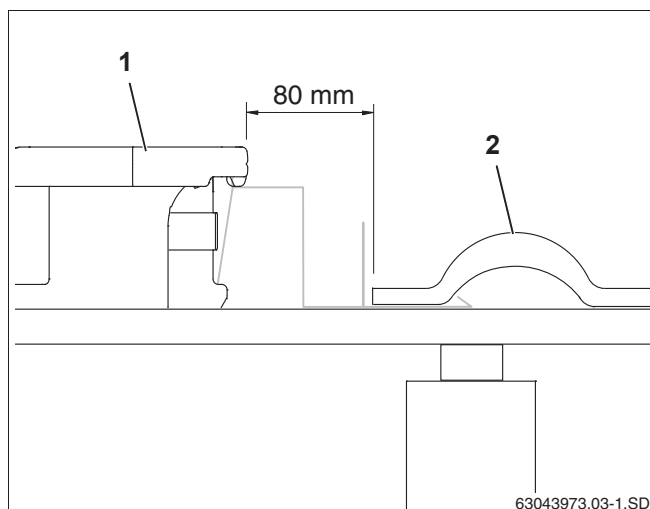

Рис. 22 Укладка и крепление первого коллектора
- ▶ Первый коллектор (рис. 22, **поз. 1**) должен встать в крепление от сползания на расстоянии 80 мм от крайней (возможно, вырезанной) черепицы (рис. 22, **поз. 2**).